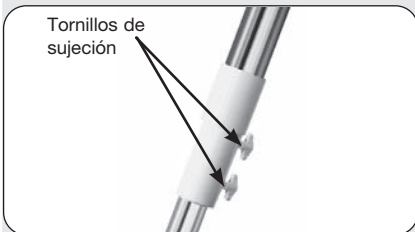

Fig 12 Ajuste la altura de las patas del trípode y apriete los tornillos de sujeción.
13. Ajuste de la altura del trípode: Ajuste el trípode aflojando los tornillos de bloqueo (Fig 12) del trípode. A continuación, tire de las patas interiores del trípode hasta la longitud deseada. A continuación, vuelva a apretar los tornillos. Ajuste el trípode a una altura que le permita observar con la mayor comodidad posible.